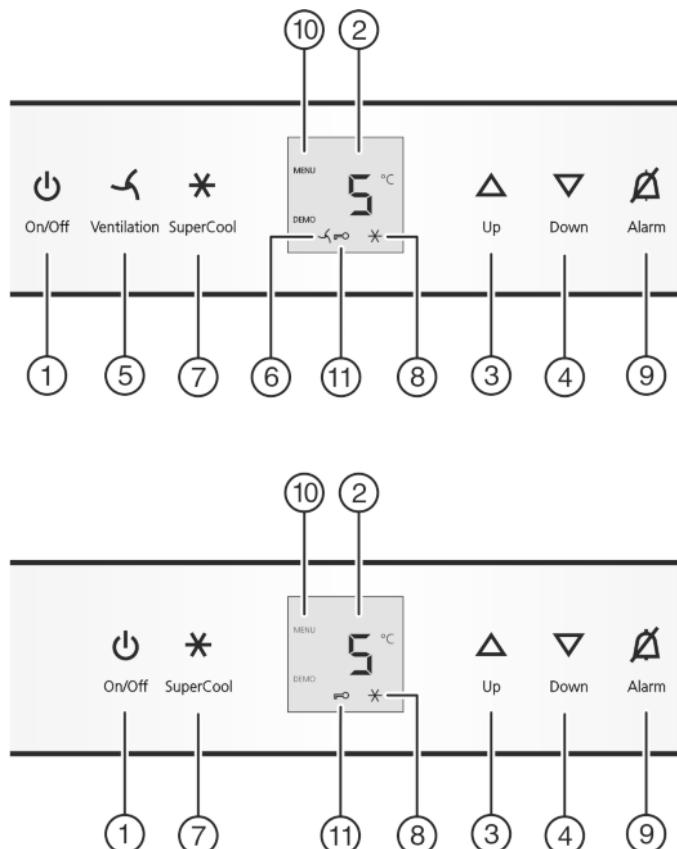

Fig. 2
- Натиснете бутона On/Off Fig. 2 (1).
- Активиране на режим настройки: Натиснете бутона SuperCool Fig. 2 (7) за ок. 5 сек.
- Натиснете за кратко бутона SuperCool Fig. 2 (7), за да потвърдите.
- Натиснете за кратко бутона SuperCool Fig. 2 (7) за включване на защитата от деца.
- Символът Защита от деца Fig. 2 (11) светва. На индикатора мига **ε**.
- Натиснете за кратко бутона SuperCool Fig. 2 (7) за изключване на защитата от деца.
- Символът Защита от деца Fig. 2 (11) угасва. На индикатора мига **ε**.
- Деактивиране режима на настройка: Натиснете бутона On/Off Fig. 2 (1).
- Натиснете бутона Аларма Fig. 2 (9).
- Настройка на по-висока температура: Натиснете бутона за настройка Up Fig. 2 (3).
- Настройка на по-ниска температура: Натиснете бутона за настройка Down Fig. 2 (4).
- Натиснете за кратко бутона SuperCool Fig. 2 (7).
- Символът SuperCool Fig. 2 (8) светва на индикатора.
- Символът SuperCool Fig. 2 (8) угасва на индикатора.